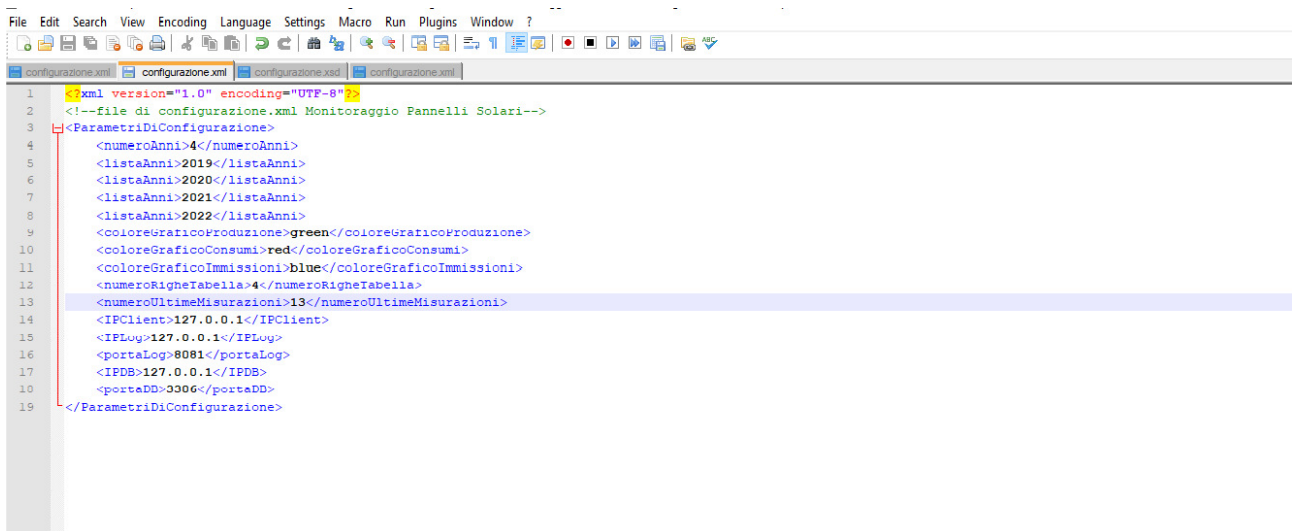

Fig.1
1) **Avvio programma:** All'apertura dell'applicazione l'intera interfaccia grafica viene inizializzata e stilizzata all'interno della finestra tramite i metodi "inizializzaInterfacciaGrafica()" e "inizializzaStyle()". Vengono prelevate informazioni dal file di configurazione 'configurazione.xml' (Fig.1) tramite il metodo "deserializza()" della classe "ParametriDiConfigurazione".